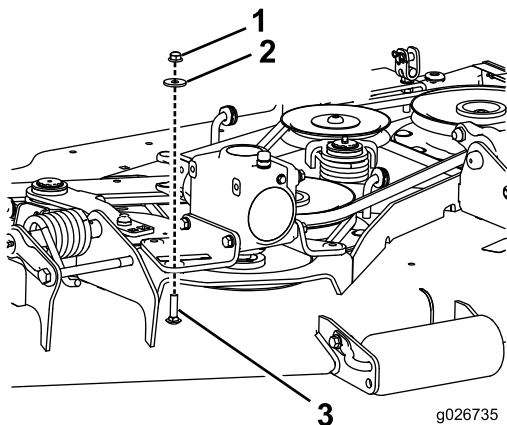

Bild 1
1. Nehmen Sie die Muttern und Scheiben von den Schlossschrauben ab, mit denen die Vorderseite der Getriebefestigungshalterungen am Mähwerk befestigt ist (Bild 1).